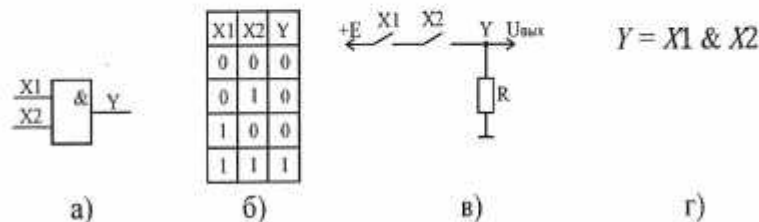

Рис. 1.5. Логический элемент И: а) УГО; б) таблица истинности; в) контакторный эквивалент; г) аналитическое представление функции
3. *Логический элемент И* – реализует функцию логического умножения (конъюнкции). На выходе элемента появляется логическая 1, если все его входы находятся в состоянии логической 1 (рис. 1.5).